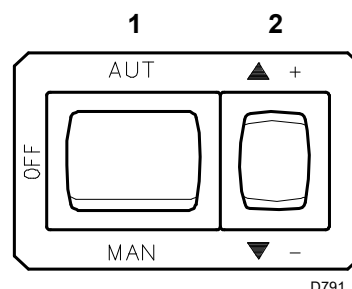
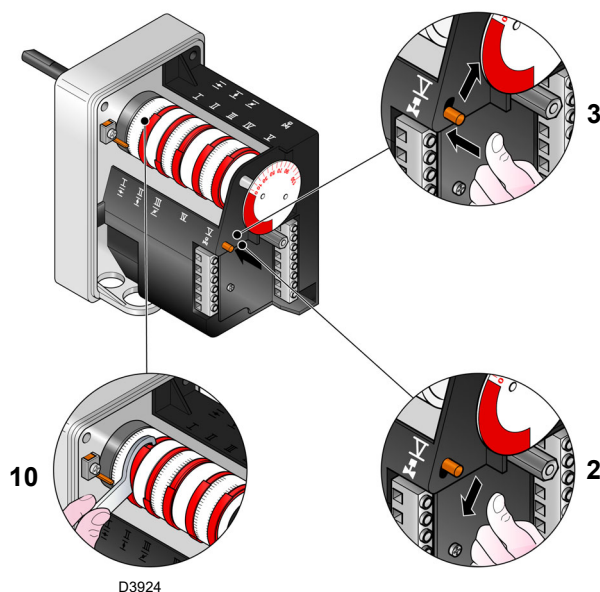
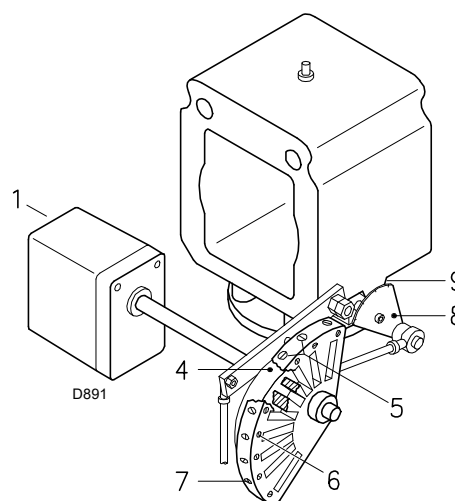

Рис. 27
Рис. 28
Рис. 29
Теперь переведите кнопку 2) (Рис. 27) “увеличение мощности” и удерживайте её нажатой до тех пор, пока сервопривод не откроет воздушную заслонку и заслонку газа
Нажмите кнопку 2)(Рис. 27 на стр. 28 “уменьшение мощности” и удерживайте её нажатой, пока серводвигатель не закроет воздушную заслонку и одновременно с этим дроссельную заслонку газа до 65°, то есть до значения, установленного на заводе.
- если вы хотите уменьшить его расход, немного уменьшите угол кулачка III (Рис. 28), делая небольшие последовательные перемещения, то есть начните от угла 65°, затем перейдите к 63°, 61° и так далее...
- если же вы хотите увеличить его расход, немного нажмите кнопку 2)(Рис. 27 на стр. 28) “увеличение мощности”, увеличьте угол кулачка III (Рис. 28), делая небольшие последовательные перемещения, то есть начните от угла 65°, затем перейдите к 67°, 69° и так далее...
Если необходимо отрегулировать эксцентрик III, особенно небольшие перемещения, можно воспользоваться специальным ключом 10)(Рис. 28).
Постепенно измените начальный профиль кулачка 4)(Рис. 29), с помощью винтов 5). Старайтесь не поворачивать первый винт: этот винт полностью закрывает воздушную заслонку.
Слегка нажмите кнопку 2)(Рис. 27 на стр. 28) «увеличение мощности» так, чтобы серводвигатель повернулся приблизительно на 15°. Отрегулируйте винты, пока не добьетесь оптимального горения. Затем проделайте эту процедуру с остальными винтами. Профиль эксцентрика необходимо изменять плавно.
Погасите горелку с помощью выключателя 1)(Рис. 27 на стр. 28), положение OFF, отсоедините эксцентрик 4)(Рис. 29) от серводвигателя, нажав и сместив вправо кнопку 3)(Рис. 28) и повернув вручную эксцентрик 4) несколько раз вперед и назад, убедитесь, что он поворачивается мягко и не заедает. Снова соедините эксцентрик 4)(Рис. 29) с серводвигателем, сместив влево кнопку 2)(Рис. 28).
По окончании настройки затяните фиксирующие винты 6)(Рис. 29).
Легенда (Рис. 28 - Рис. 29)